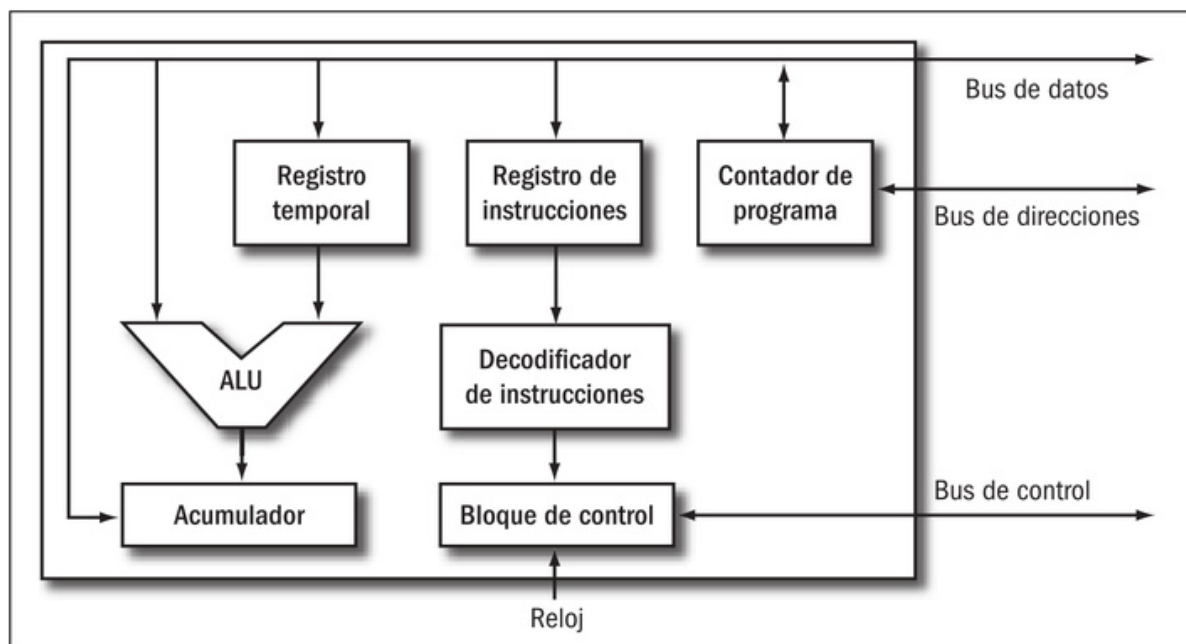

Figura 1. Un microprocesador es un circuito integrado digital que es capaz de realizar múltiples funciones.
En la **Figura 1** vemos un diagrama simplificado de un microprocesador, el cual consta de un **contador de programa** (PC), que no es más que un contador binario que inicia desde cero al arrancar el sistema, y se va incrementando automáticamente. Su propósito es generar el acceso a las instrucciones que el microprocesador ejecutará. El contenido de este contador apunta a la dirección de memoria en donde están almacenadas las instrucciones del microprocesador a través del **bus de direcciones**. De esta manera, podemos ver que necesitaremos una memoria donde grabaremos las instrucciones que forman nuestro programa (llamada, precisamente, **memoria de programa**) y una memoria donde guardaremos los datos a procesar (llamada **memoria de datos**).